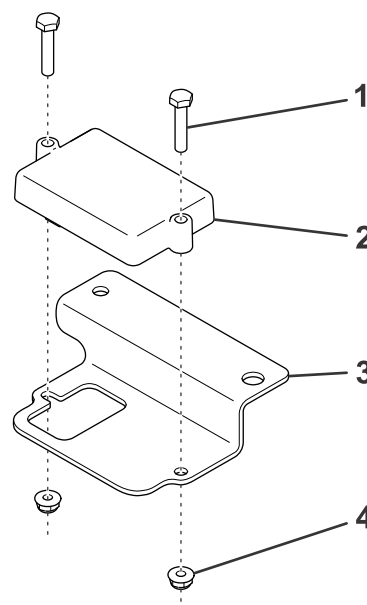

Figure 1
1. Fixez le module capteur sur le support à l'aide de 2 boulons et écrous (Figure 1).